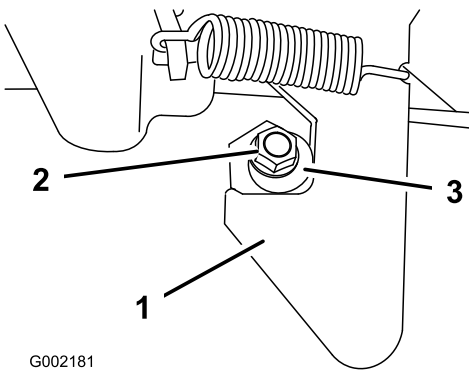

Figura 28
1. Desaperte a porca no perno do trinco (Figura 28).
2. Rode o perno no sentido dos ponteiros do relógio até o encostar ao trinco e aperte a porca (Figura 28).